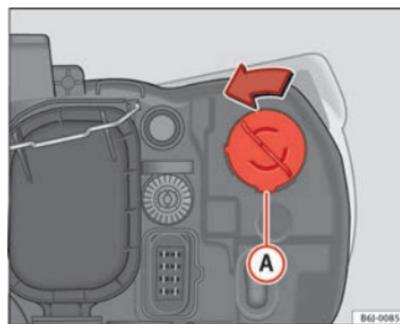

Fig. 140 Luz intermitente
- Gire el portalámparas ⇒ fig. 140 Ⓐ a la izquierda y tirar.